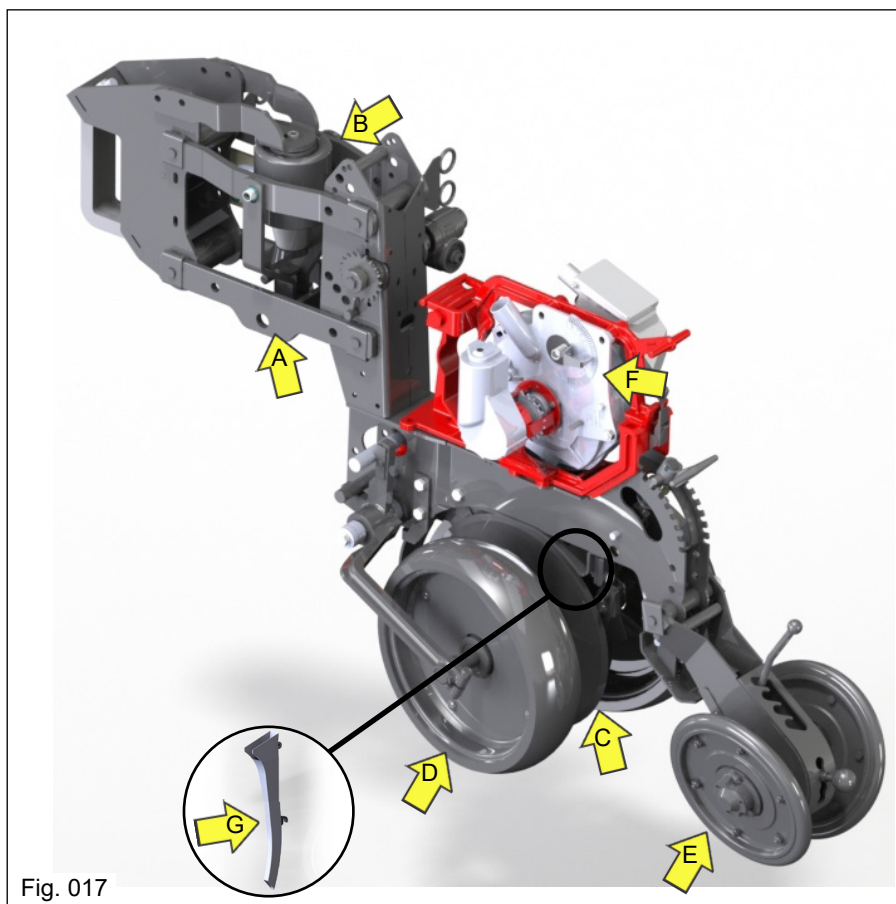

Fig. 017
As unidades de plantio possuem dois modelos (Fig. 017), unidades curtas e unidades longas, permitindo desta maneira a montagem intercalada, ou seja, desencontradas uma em relação à outra a 500 mm (zig-zag) (Fig. 015), facilitando o fluxo de palhadas e restos culturais entre linhas nas operações de trabalho. A diferença entre uma linha e a outra, consiste somente nas garras de fixação, sendo que na unidade longa a garra de fixação é alongada "A".
- Menor comprimento - mais suavidade e estabilidade mesmo em terrenos irregulares. Montadas no tubo porta ferramentas, ficam posicionadas desencontradas umas das outras. Possui (Fig. 017):